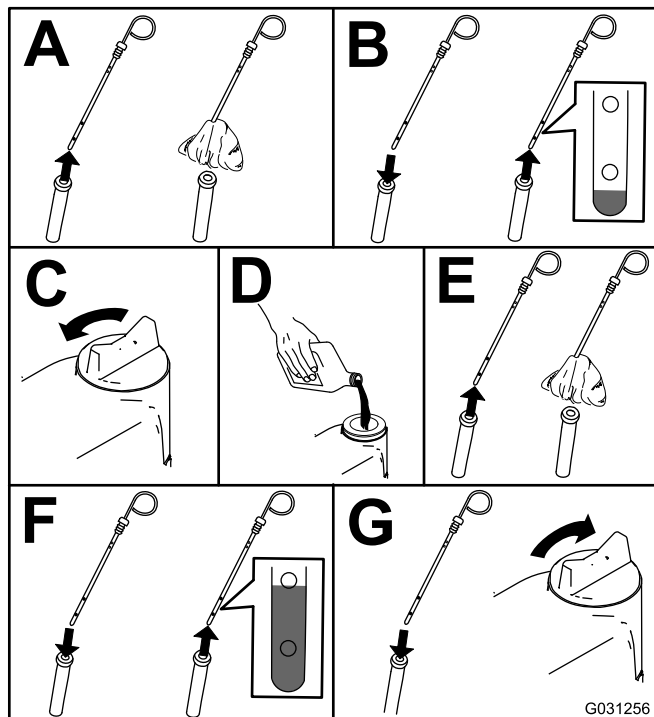

Figure 50
2. Contrôlez le niveau d'huile moteur (Figure 50).